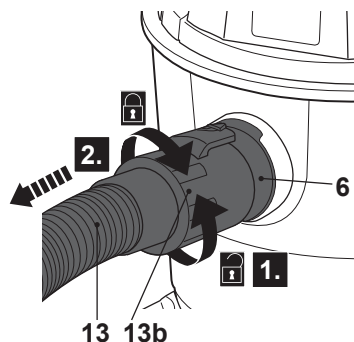

Fig. 11
- > Gire el conector del tubo (13b) en sentido contrario a las agujas del reloj y tire de él para extraerlo de la entrada de aire (6) y desconectarlo del tubo (13) cuando haya terminado (Fig. 11).